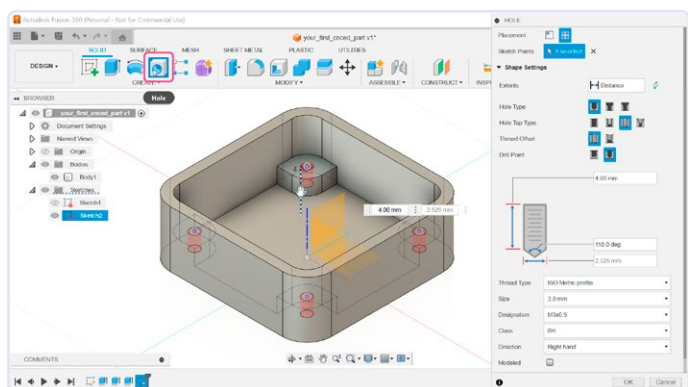

Figure 15. Définition de la profondeur et du type de filetage pour les trous.
15. Fermez le sketch, montrez **Body1** et sélectionnez l'outil **Hole** dans la barre d'outils. Cliquez sur les quatre points et confirmez le trou (**figure 15**). Dans les options, choisissez **Tapped** pour **Hole Type**, **ISO Metric profile** pour **Thread Type** et la taille devrait être de 3,0 mm. Quant à la profondeur, il ne faut pas que les trous soient traversants, donc, comme les supports sont extrudés de 6 mm au-dessus du plan de référence, une profondeur de 4 mm devrait être suffisante.